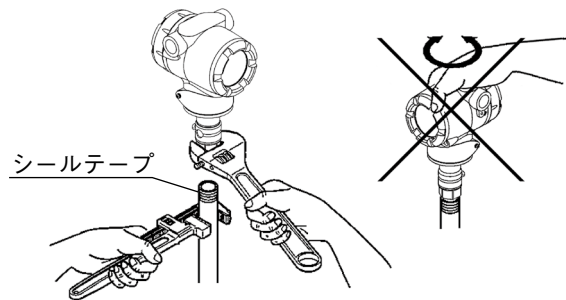

図 2-31 設置上の注意事項
- ・ 本器をプロセス配管にねじ込むときは六角部をスパナなどの工具でくわえて締め付けてください（図 2-31）。ケース部を持って締め付けるとケース部だけが過剰に回転し、内部の配線が切れるおそれがあります。